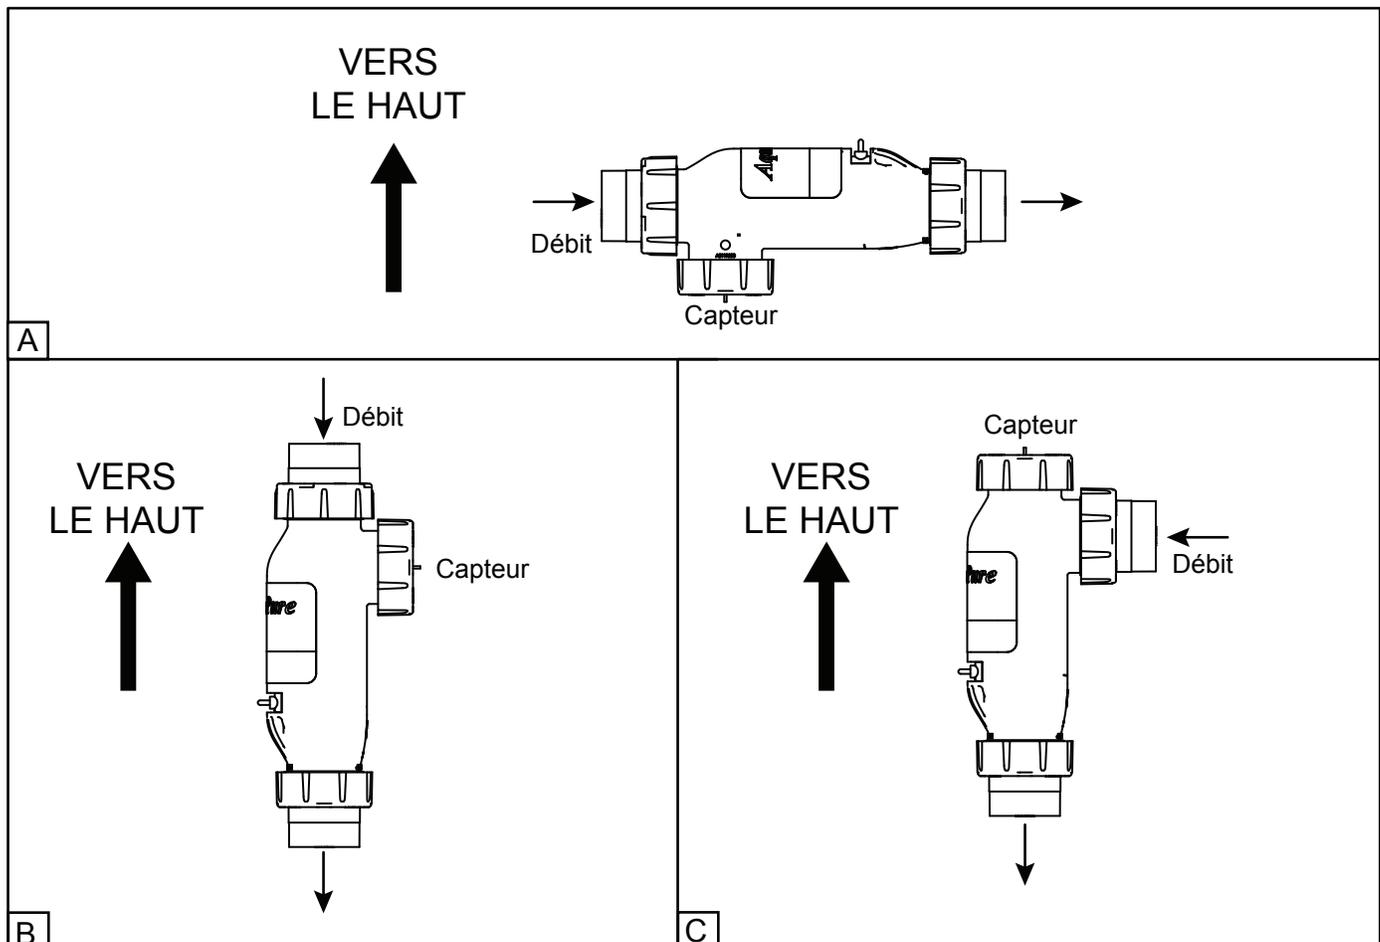

Figure 3. Emplacement de la cellule et du capteur du chlorateur avec la direction du débit.
2. Il est recommandé d'installer le capteur de débit/température/salinité et la cellule d'électrolyse dans la conduite de retour de la piscine en aval du filtre et du chauffe-eau. La cellule peut être installée à l'horizontale ou à la verticale. Voir Figure 3.